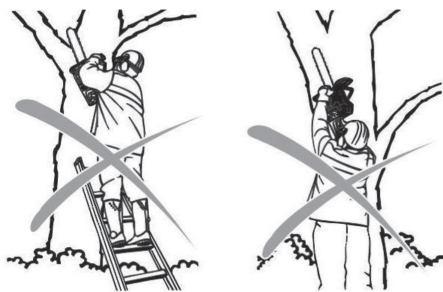

Рис. 3
- Запрещено работать, стоя на лестнице, если нет возможности обеспечить устойчивость опоры (рис. 3).
- Запрещено пилить, если место распила сучьев, ветвей или ствола находится выше уровня плеч (рис. 3).